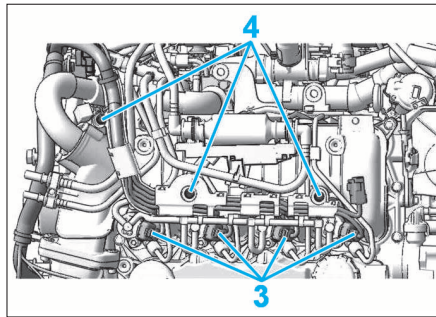

FIG. 45
- Débrancher les connecteurs des injecteurs (3) (Fig.45).